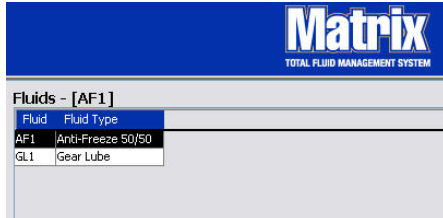

FIG. 97
6. Pour modifier le nom attribué à un fluide ou le type de fluide attribué à un nom (FIG. 97) sélectionnez l'entrée figurant dans l'écran principal Fluides.